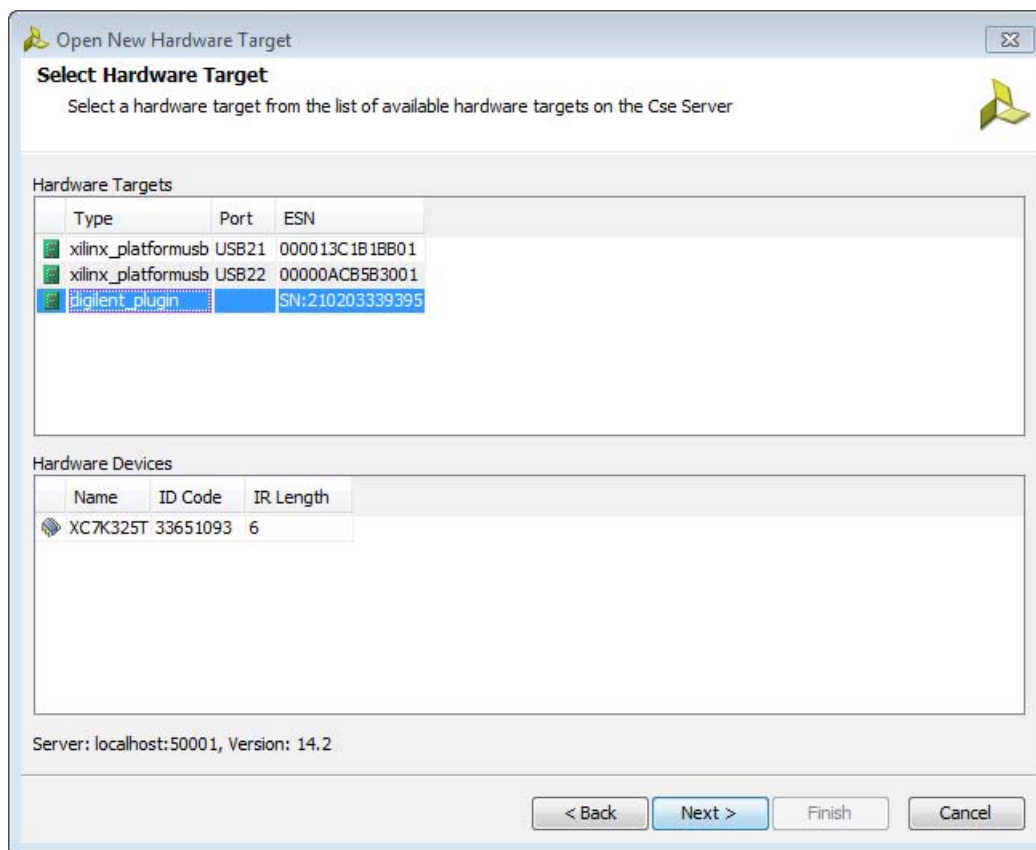

図 2-3 : ハードウェア ターゲットの選択
- ハードウェア サーバーで制御されているターゲットのリストから、適切なハードウェア ターゲットを選択します。ターゲットを選択すると、そのハードウェア ターゲットで使用可能なハードウェア デバイスが表示されます (図 2-3)。